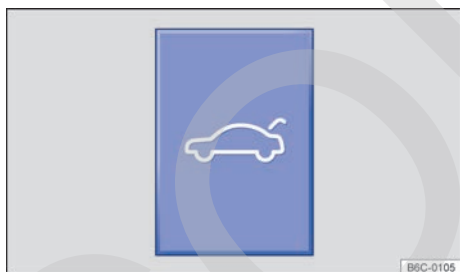

Fig. 58 En la consola central: tecla de desbloqueo de la tapa trasera.
- **O:** en la consola central, presionar la tecla  → fig. 58.